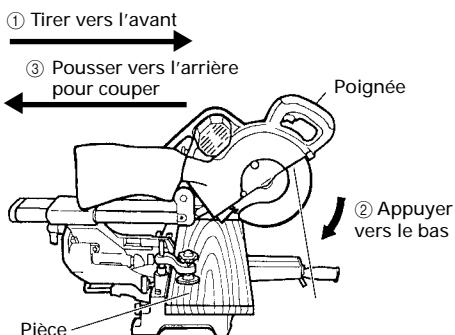

Fig. 28
- (1) Pièces d'une hauteur allant jusqu'à 3-11/32" (85mm) et d'une largeur allant jusqu'à 12-9/32" (312mm): Desserrer le bouton de fixation de glissière et incliner la lame vers l'avant (Voir Fig. 2). Puis, appuyer sur la poignée et ramener la lame vers l'arrière pour couper la pièce comme indiqué à la Fig. 28. Cela facilitera la coupe des pièces d'une hauteur allant jusqu'à 3-11/32" (85mm) et d'une largeur allant jusqu'à 12-9/32" (312mm).
- (2) Pièces d'une hauteur allant jusqu'à 3-9/16" (90mm) et d'une largeur allant jusqu'à 11" (280mm): Les pièces d'une hauteur allant jusqu'à 3-35/64" (90mm) et d'une largeur allant jusqu'à 11" (280mm) se coupent de la même façon que décrit au paragraphe 6 - (1) ci-dessus.
**AVERTISSEMENT:** \* Lors d'une coupe avec chariot, procéder comme indiqué à la Fig. 28.